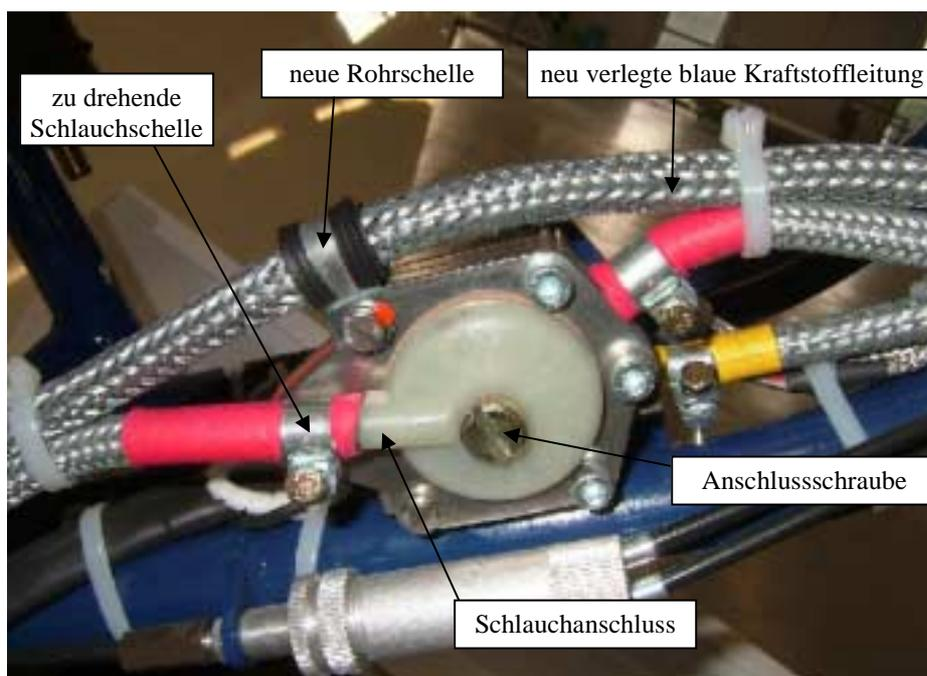

Abbildung 12 Blickrichtung ist von links nach rechts bei ausgefahrenem Motor (nachher)
- Schlauchanschluss nach um ca. 30° Grad oben drehen (siehe Abbildung 12).
- b) Eine blau markierte Kraftstoffleitung 660 mm lang gemäß Abbildung 12 verlegen, dazu die obere vordere Schraube der mechanischen Kraftstoffpumpe entfernen und dort eine Rohrschelle mit Gummiprofil Grösse 10 mit Schraube M5x30 DIN912-8.8zn anschrauben, Schraube mit Loctite 243 sichern und mit Schraubensicherungslack markieren. Die Leitung an dem anderen Anschluss auf der Halterung im Rumpf und am Kraftstoffverteiler am Motor anschließen.